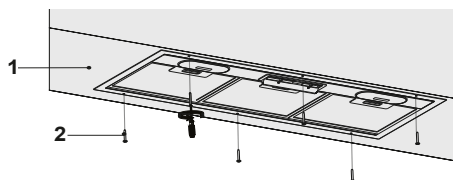

Рис. 5
- Установите вытяжку в кухонный шкаф и прикрутите вытяжку к 6 просверленным ранее монтажным отверстиям (Рис. 5).